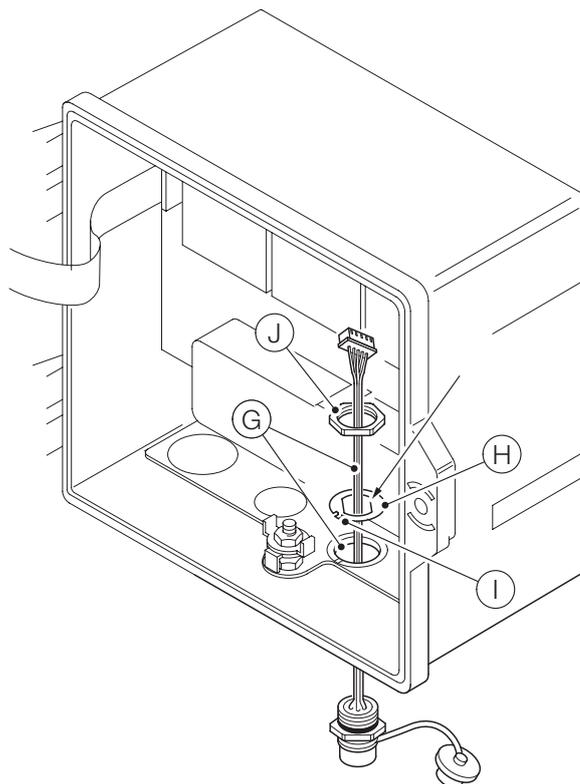

Figura 12 Preparação das fixações do cabo do conector EZLink
Tendo por referência a Figura 12:
- 7 Colocar a aba de alinhamento (I) na ranhura (K) da placa do buçim (na variante de caixa de plástico) ou na ranhura fundida (na variante de caixa de metal).
- 8 Introduzir o corpo (L) do conector EZLink completamente na entrada do cabo e alinhar o corpo do conector usando as faces na anilha de alinhamento (ver Figura 12).
- 9 Aparafusar a porca (J) no corpo do conector e apertar com uma chave de porcas.